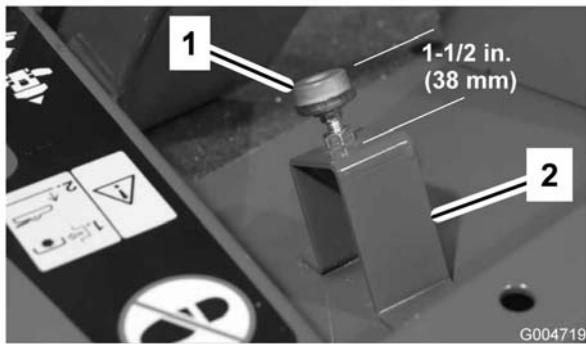

Figure 68
2. Contrôlez le réglage de la butée de la pédale de déplacement. Il doit exister un écart de 38 mm (1-1/2") entre le haut du support et la haut de la butée (Figure 68). Desserrez les écrous et réglez la distance selon les besoins.